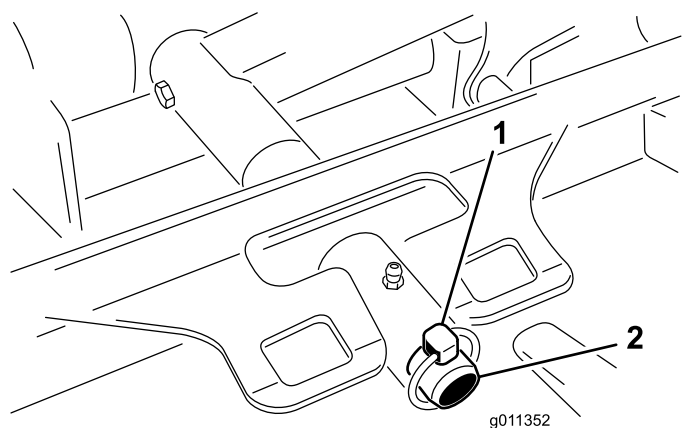

Figura 68
3. Retire el pasador de seguridad o la tuerca de retención que sujeta el bastidor de tiro de la carcasa a la barra de giro del brazo de elevación (Figura 68).
3. Deslice el bastidor de tiro de la carcasa sobre el pasador de giro del brazo de elevación. Sujételo con un pasador de seguridad o una tuerca de retención (Figura 68).